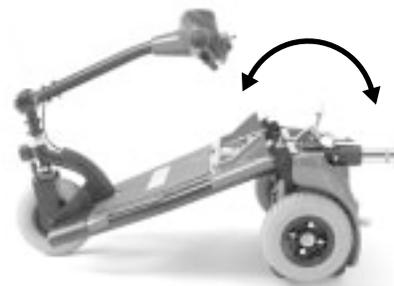

Figure 17. Positionnement du cadre
1. Poussez le mât du siège vers l'arrière pour pivoter la section arrière vers l'arrière jusqu'à ce que la section soit à la verticale sur son pare-choc. Voir la figure 17.